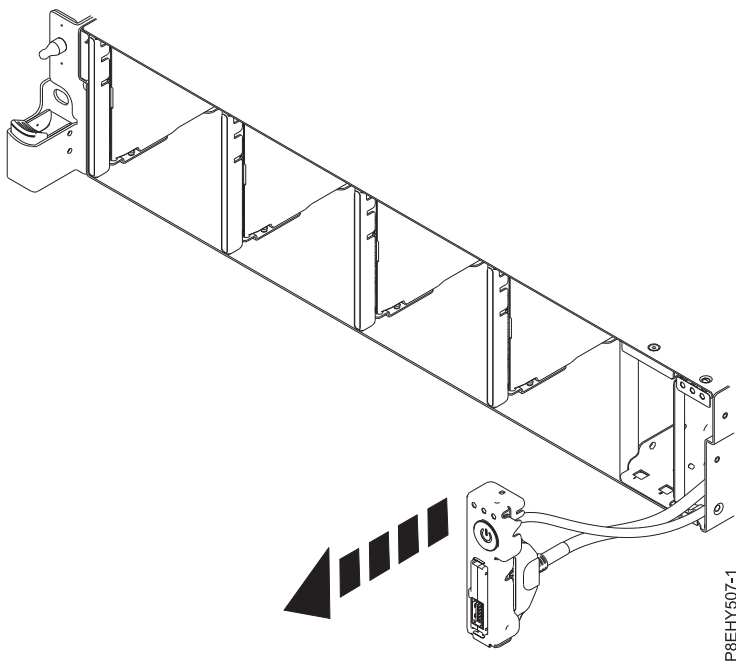

Figure 68. Extraction de l'ensemble interrupteur d'alimentation et cordon
9. Retirez l'interrupteur d'alimentation du système. Voir figure 68.